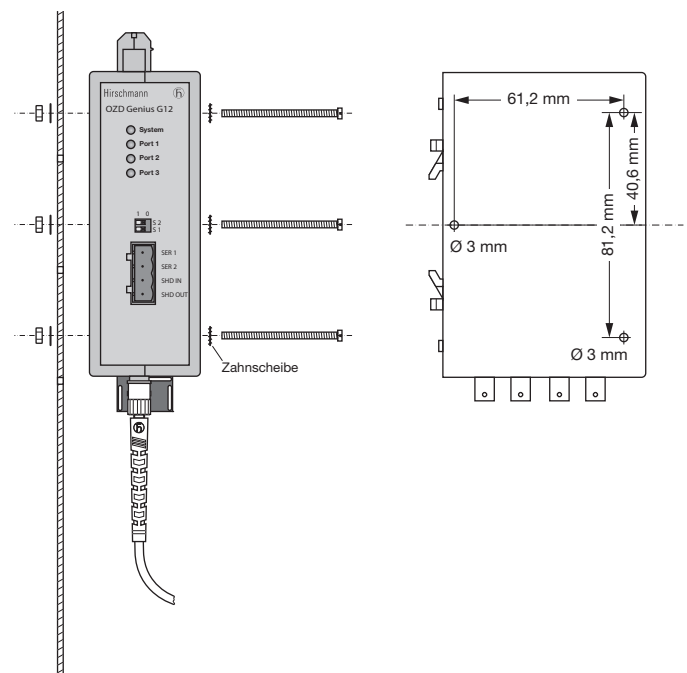

Abb. 7: Montage eines Repeaters auf einer Montageplatte
- ▶ Versehen Sie die Montageplatte mit drei Bohrungen entsprechend dem Bohrschema in Abb. 7.